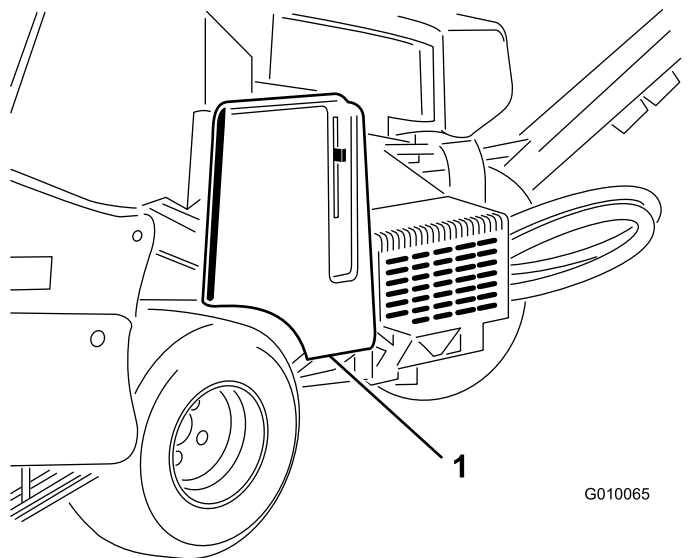

Figura 57
2. Destrancue e retire a cobertura da correia (Figura 57).